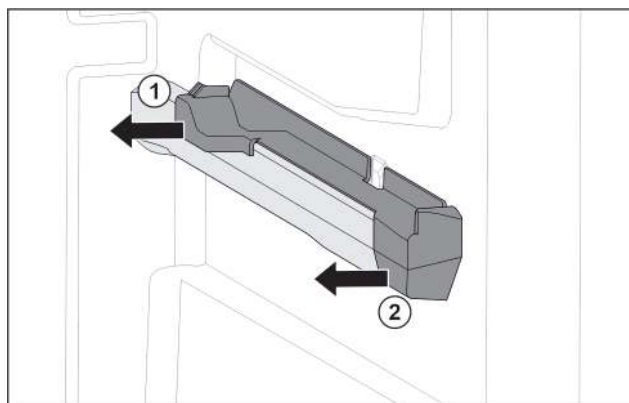

Fig. 39 Вставная часть на правом контейнерном ребре
- ▶ Отодвиньте вставную часть сзади в сторону. Fig. 39 (1)
- ▶ Отодвиньте вставную часть спереди в сторону. Fig. 39 (2)